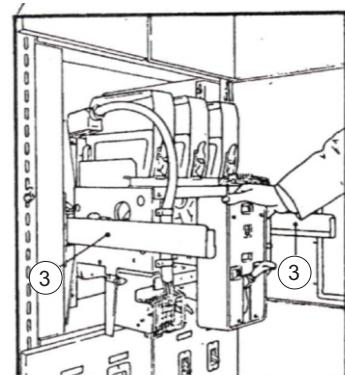

Fig. 1-6
- Fare scivolare, manualmente, l'interruttore sulle guide (fig. 1-6)
- Allow the circuit-breaker to slide along the guides by hand (fig. 1-6)
- Den Leistungsschalter von Hand auf den Führungen gleiten lassen (Abb. 1-6)
- Faire glisser, manuellement, le disjoncteur sur les glissières (fig. 1-6)
- Hacer deslizar, manualmente, el interruptor en las guías (fig. 1-6)